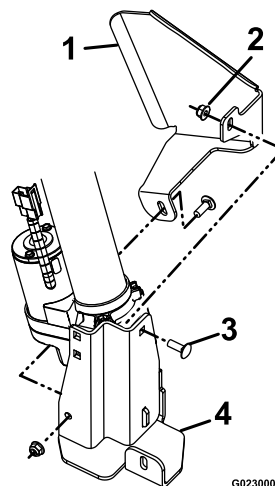

Figure 7
11. Posez le support de la protection d'actionneur sur le support d'actionneur inférieur (Figure 7).